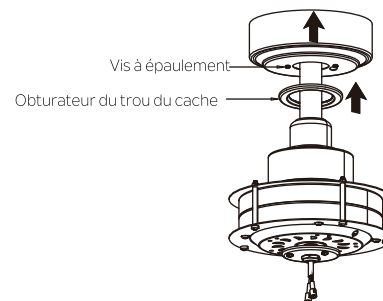

Fig. 16
**Étape 3.** Fixez et serrez bien l'obturateur du trou du cache sur les vis à épaulement dans le support de montage avec la fonction verrouillable. (Fig. 16)